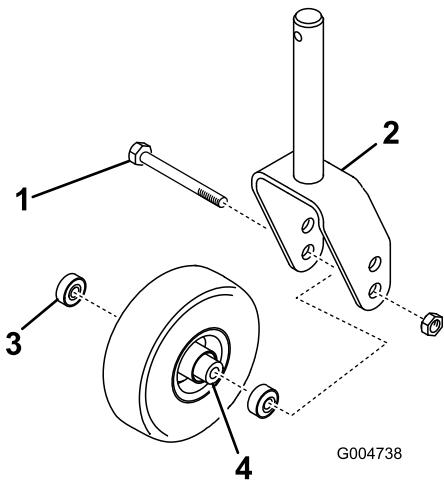
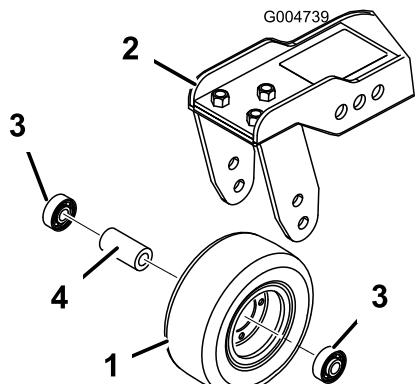

Figura 85
Figura 86
- Retire a porca de bloqueio do parafuso que fixa a estrutura da roda giratória entre a forquilha da roda giratória (Figura 85) ou o braço articulado da roda giratória (Figura 86). Fixe a roda giratória e retire o parafuso da forquilha ou do braço articulado.
- Retire o rolamento do cubo da roda e deixe cair a cunha do rolamento para fora (Figura 85 e Figura 86). Retire o rolamento do lado oposto ao do cubo da roda.